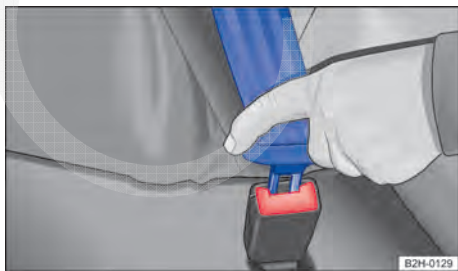

Fig. 55 Introduzir a lingueta do fecho do cinto de segurança subabdominal no fecho do cinto de segurança.
- Introduzir a lingueta do cinto de segurança firmemente no fecho do cinto de segurança pertencente ao assento \Rightarrow Fig. 55.